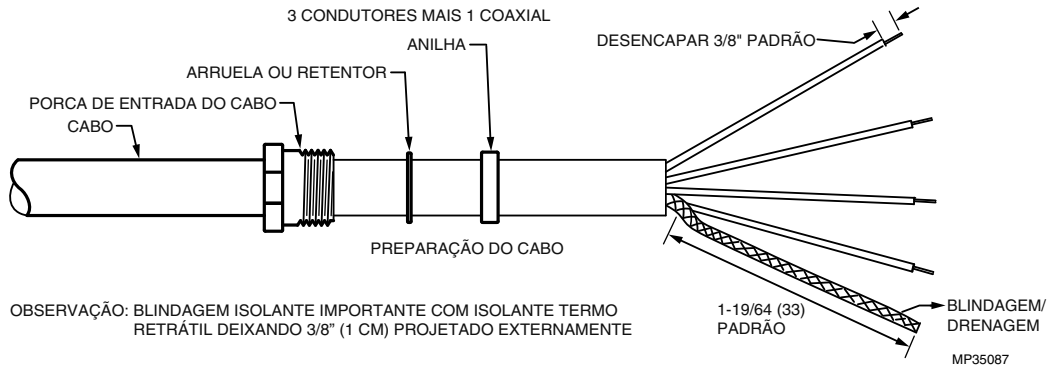

Fig. 3. C330S.
8. Desencape 1 cm de cada fio, como exibido no desenho de montagem da Fig. 3 na página 7.